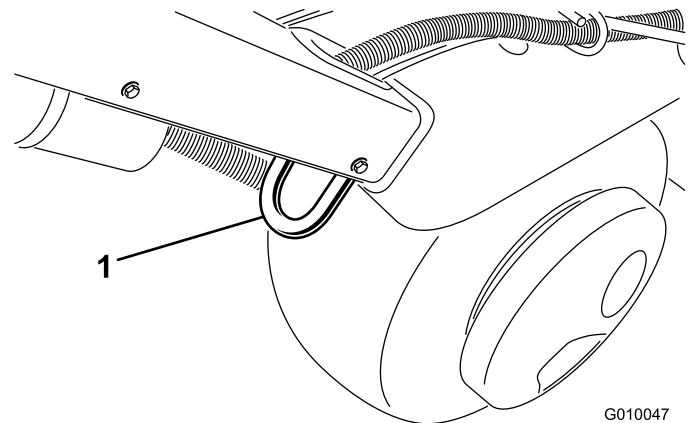
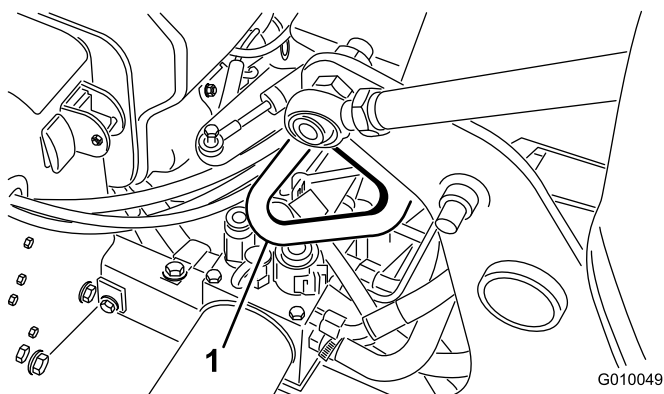

Figure 33
Figure 35
3. Arrimez solidement l'aérateur (Figure 33 à Figure 35) sur la remorque ou le camion à l'aide de sangles, chaînes, câbles ou cordes.